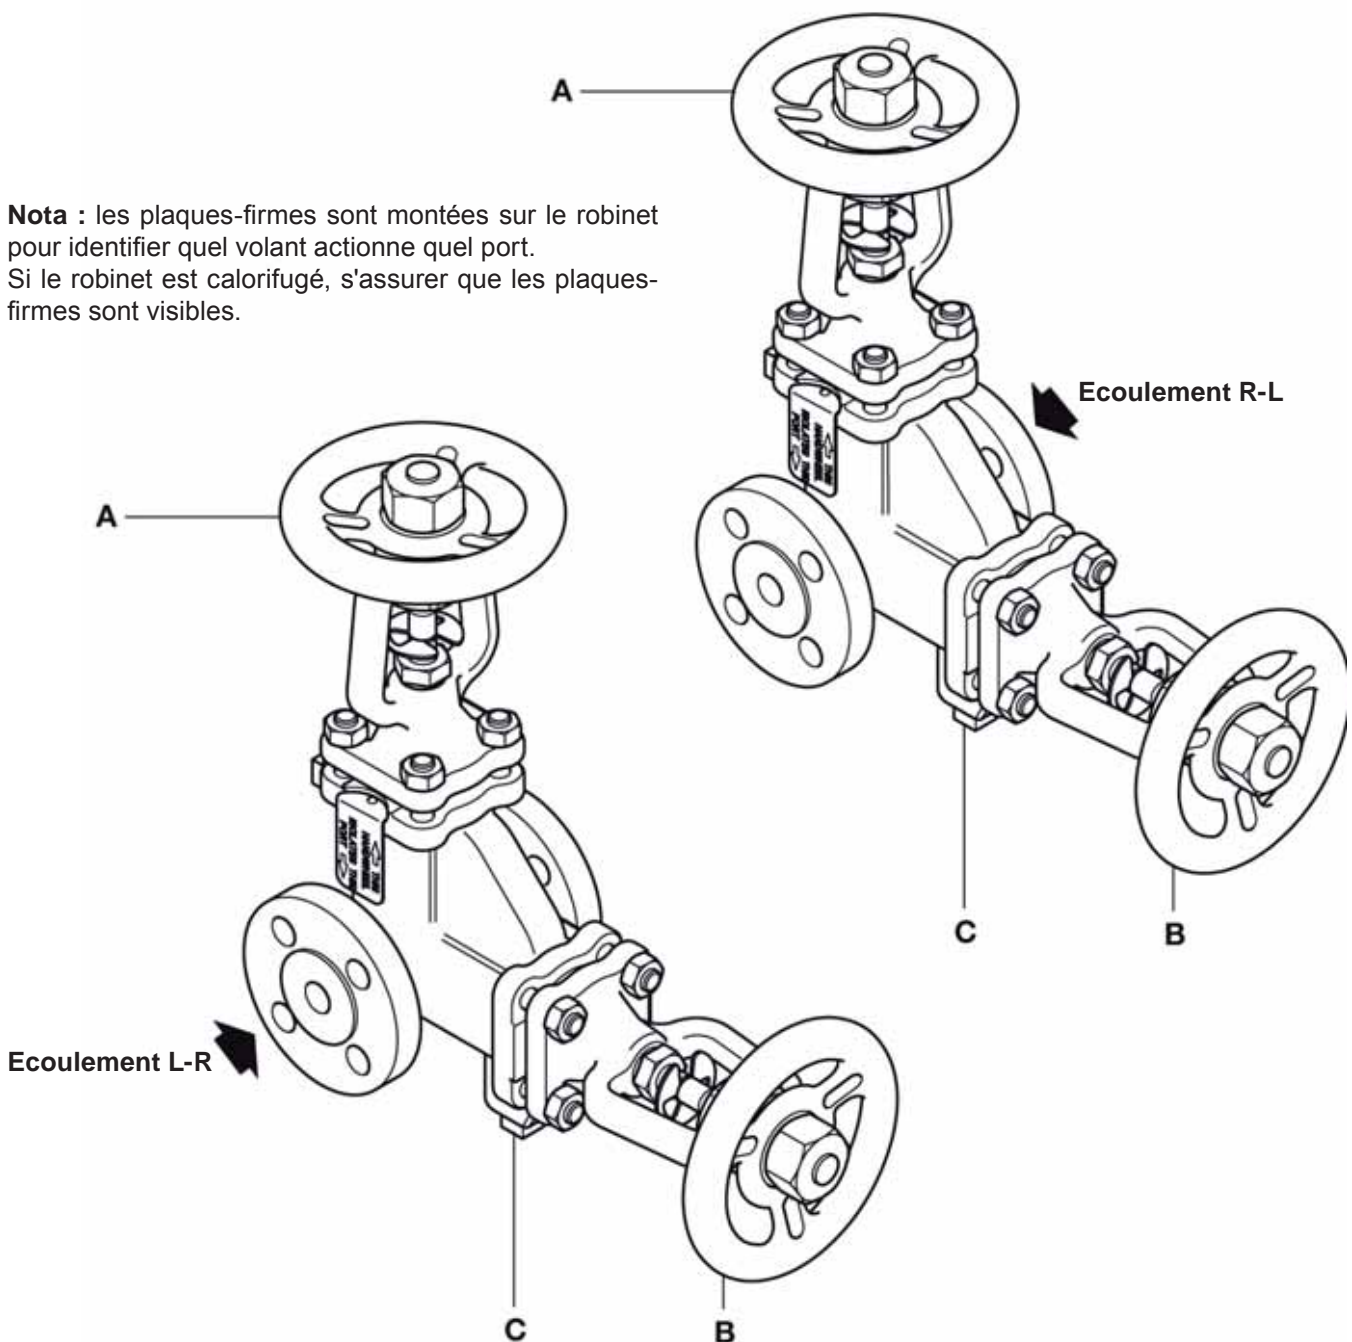

Fig. 3
5.4 Un test d'intégrité du robinet doit être effectué avant la double isolation du système. Se référer à la Fig. 3 et au tableau ci-dessous pour avoir la bonne séquence de fonctionnement.
5.5 Avant d'entreprendre tout entretien sur l'installation, fermer les volants des robinets aval. Se référer à la Fig. 3 et au tableau ci-dessous pour obtenir la bonne séquence de fonctionnement du volant.